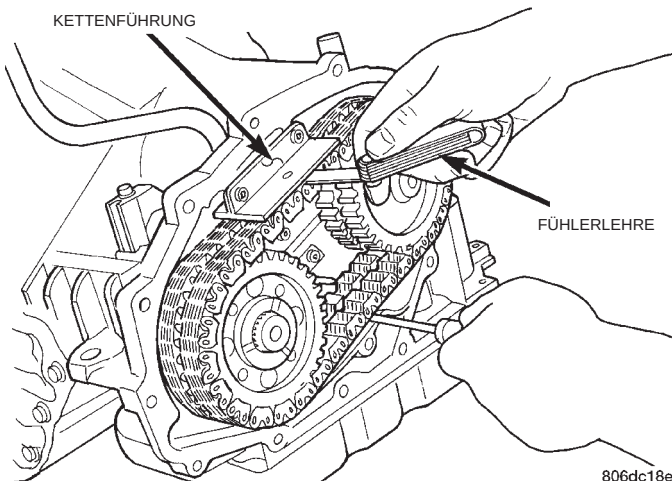

Abb. 355 Spiel zwischen Kette und Kettenführung
(1) Schraubendreher in die 18-mm-Bohrung unterhalb der Kette einführen und die Kette durch Hochdrücken des Schraubendrehers straffen.
(2) Das Spiel zwischen Anlauffläche der Kettenführung und Oberseite der Kette mit einer Fühlerlehre messen (Abb. 355).